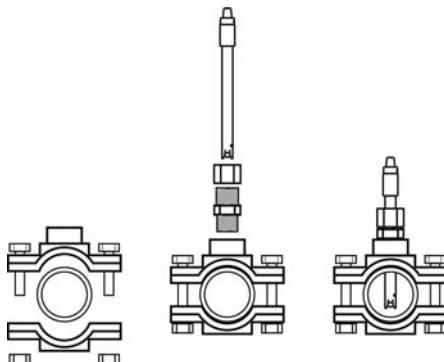

Fig. 8
1. Instalar los racores de inserción de los electrodos de pH/ORP en el circuito a través de un collarín (no incluido con el equipo) (Fig. 8)